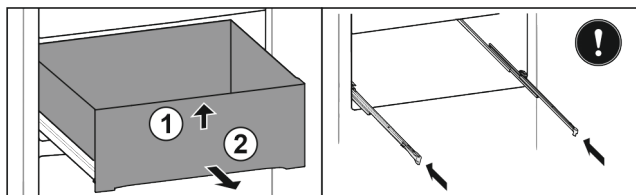

Fig. 28\*
- ▶ Повдигнете чекмеджето отпред Fig. 28 (1).\*
- ▶ Извадете напред Fig. 28 (2).\*